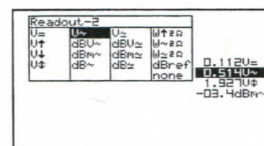

図19
2. [T] キーを押してMETER-2の画面を表示します。◀▶▲▼カーソルキーで希望するマーク位置を選択します (図19、メーター2表示設定)。